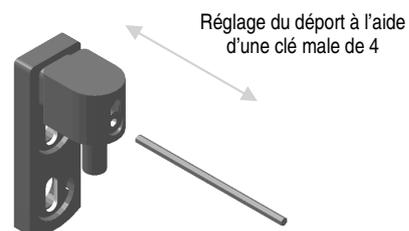

FIG 3
2. Poser les gonds du bas de manière à laisser au minimum 50 mm sous le portail (voir fig. 3).
4. Enlever le calage. Répartir si nécessaire, le jeu de part et d'autre du portillon, à l'aide des gonds (en procédant comme indiqué fig.3) ; tout en prenant soin de le mettre de niveau et de laisser au moins 15 mm du côté de la serrure.